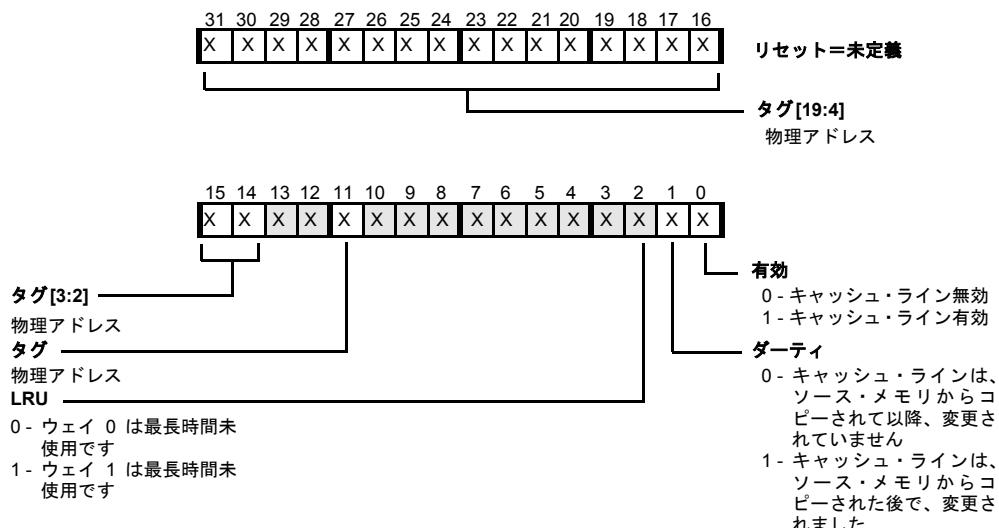

図 6-18. データ・テスト・データ0レジスタ
- 6-50ページの図6-18「データ・テスト・データ0レジスタ」